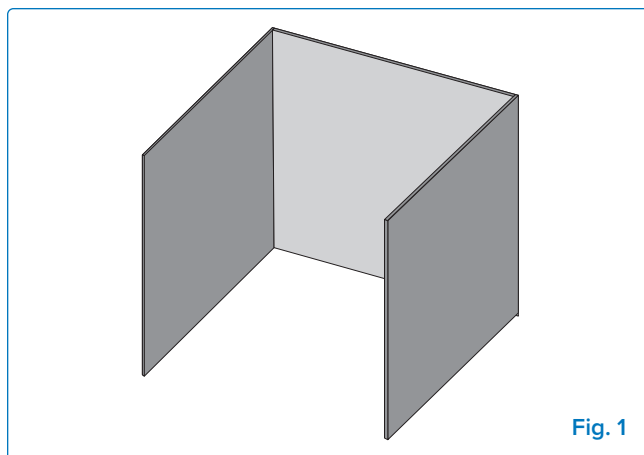

Fig. 1
- Het apparaat wordt beschouwd als buiten gebruik, als het is geïnstalleerd in een overkapping met wanden aan drie zijden maar zonder bovenafdekking (**Fig. 1**).